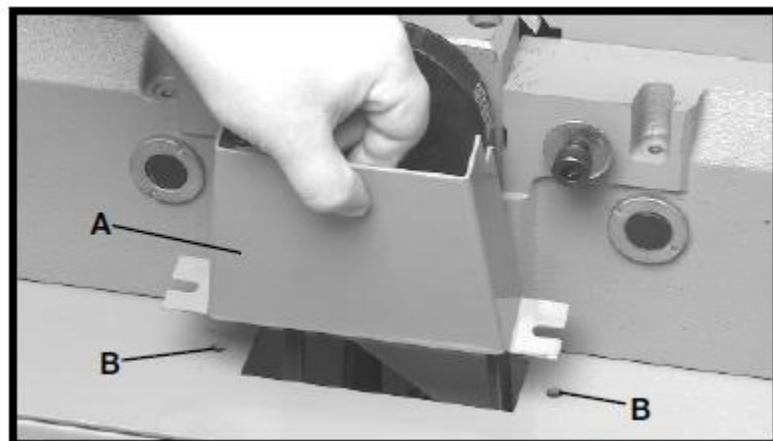

Рис. 7
1. Совместить два отверстия в ограждении (A) шкива и ремня режущего вала, рис. 7, с двумя отверстиями (B) в верхней части станины.
2. Надеть плоскую шайбу  $\frac{1}{4}$ " на болт  $\frac{1}{4}\text{-}20\times\frac{5}{8}$ " и вставить болт в отверстие ограждения (A) шкива и ремня режущего вала и отверстие (B) в верхней части станины. Навернуть шестигранную гайку  $\frac{1}{4}\text{-}20$  на болт и надёжно её затянуть. Повторить данную операцию в другом отверстии ограждения шкива и ремня режущего вала.